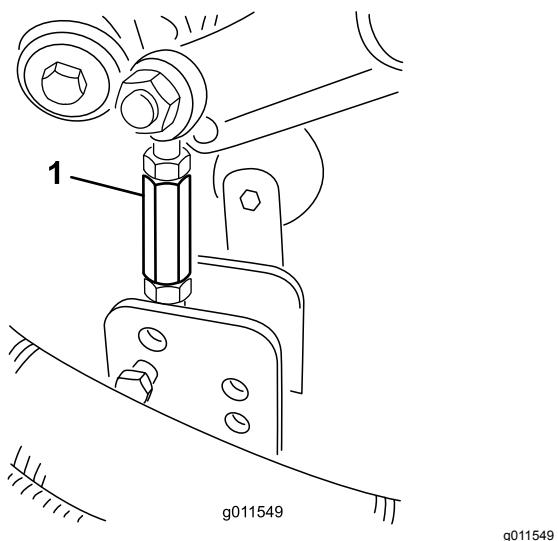

Figura 27
9. Retire os contrapinos tipo grampo e os pinos de segurança que fixam os elementos de ligação do amortecedor aos suportes da plataforma do cortador (Figura 27).